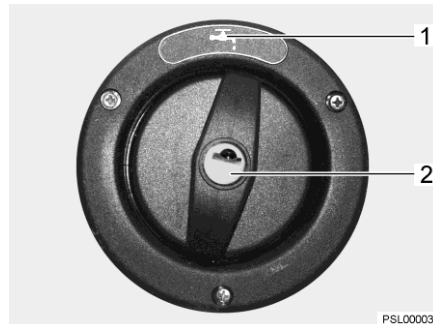

Bild 152 Lock för påfyllningsöppningen för dricksvatten
Påfyllningsöppningen för dricksvatten är märkt med symbolen "🔑" (Bild 152,1). Locket låses och låses upp med nyckeln till de utvändiga låsen (utvändiga luckorna).
- Stick in nyckeln i låscylindern (Bild 152,2) och vrid ett kvarts varv moturs.
- Öppna påfyllningsöppningen för dricksvatten (Bild 152).